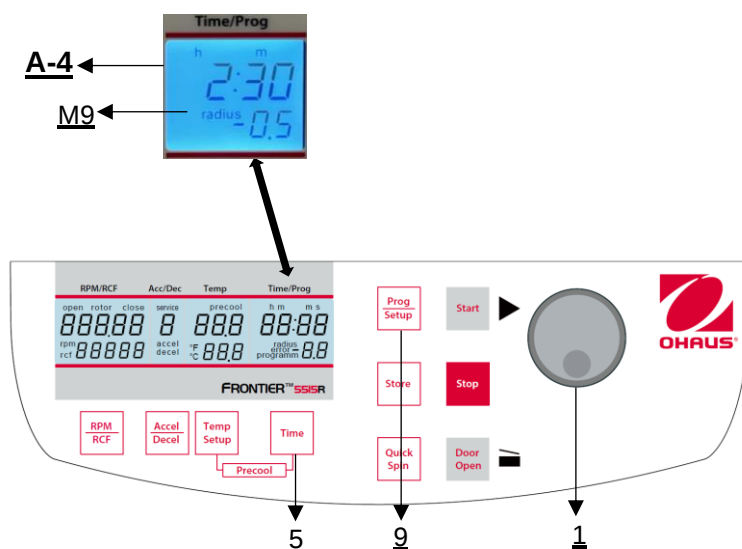

Figure 21
Fermer d'abord le couvercle de la centrifugeuse, puis appuyer simultanément sur les touches **"Time"** (5) et **"Prog/Setup"** (9) et les maintenir enfoncées (voir figure 21).